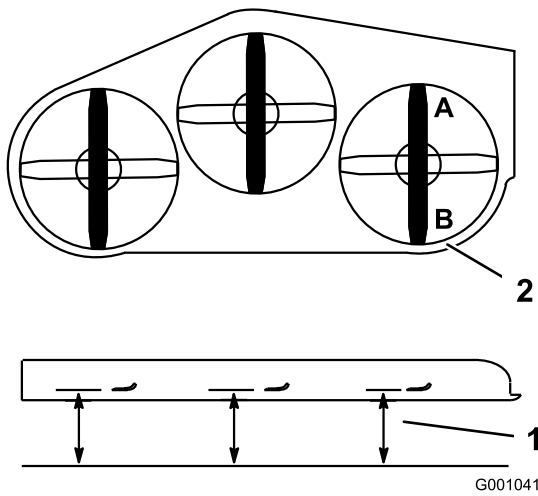

Bild 85
2. Stellen Sie ein Messer in Längsrichtung. Messen Sie an den Stellen **A** und **B** von einer ebenen Oberfläche bis zur Schnittkante der Messerspitzen (Bild 85).